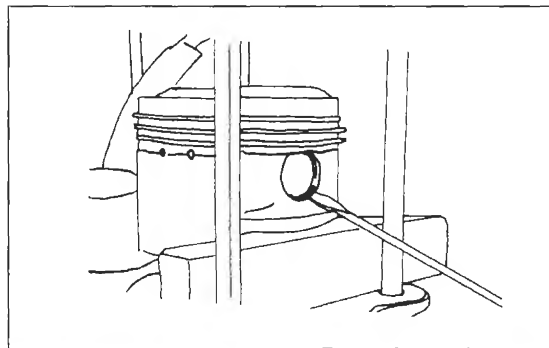

Bild 116
- Kolbenbolzen-Sicherungsring aushebeln (Bild 116).